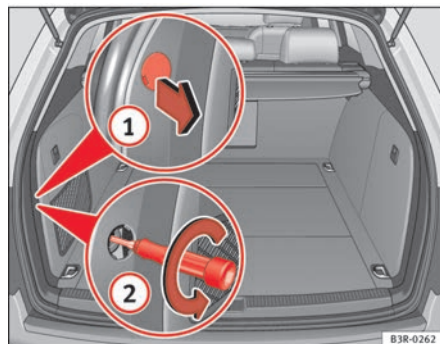
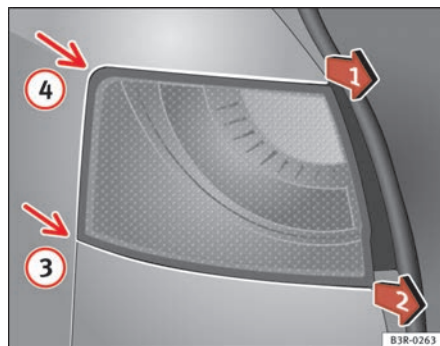

Fig. 219 Bagageira:
Fig. 220 Desmontar a unidade de luz traseira na lateral
- Retire a cobertura fazendo alavanca com uma chave de fendas no rebaixo ⇒ fig. 219 ① e retire a cobertura da abertura, juntamente com todas as patilhas de fixação.
- Desapertar com cuidado, utilizando a chave de fendas, o parafuso que existe por trás no sentido contrário ao dos ponteiros do relógio (setas) ②.
- Puxe a unidade de luz traseira para um lado e para o outro (na direcção das setas) ⇒ fig. 220 posições ① e ② até que saia do seu alojamento (posições ③ e ④).